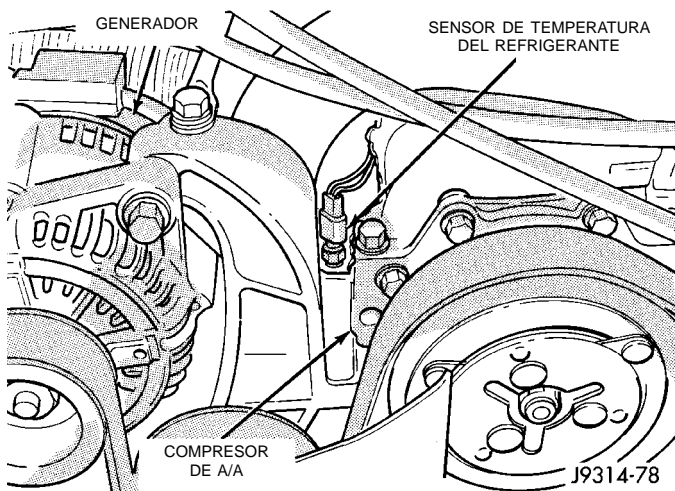

Fig. 55 Sensor de temperatura del refrigerante del motor—Motores de 5.2L/5.9L
(1) Desconecte el conector del mazo de cables del sensor de temperatura del refrigerante (Fig. 55).
(3) Pruebe la resistencia del sensor empleando un voltímetro/ohmiómetro de alta impedancia de entrada (digital). La resistencia debería ser igual a la mos-